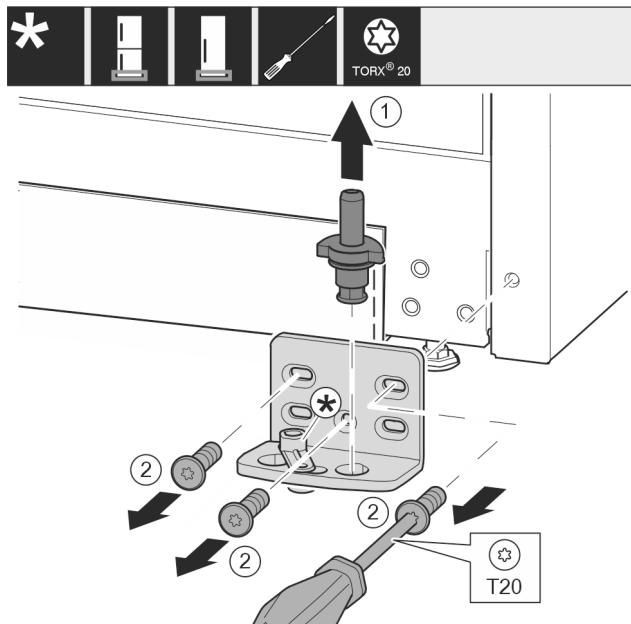

Fig. 13
- Izvucite podložak ležaja kompletno prema gore. Fig. 13 (1)
- Odvijačem T20 odvijte vijke i skinite podložak ležaja. Fig. 13 (2)